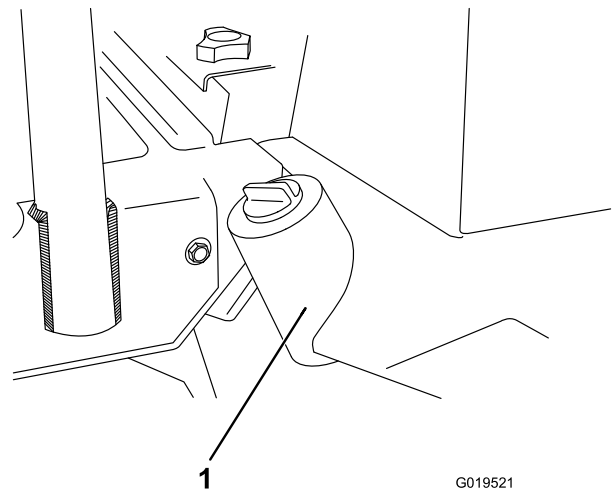

Figure 73
3. Retirez le bouchon de vidange au bas du réservoir (Figure 73) et vidangez le liquide hydraulique dans un bac de vidange.